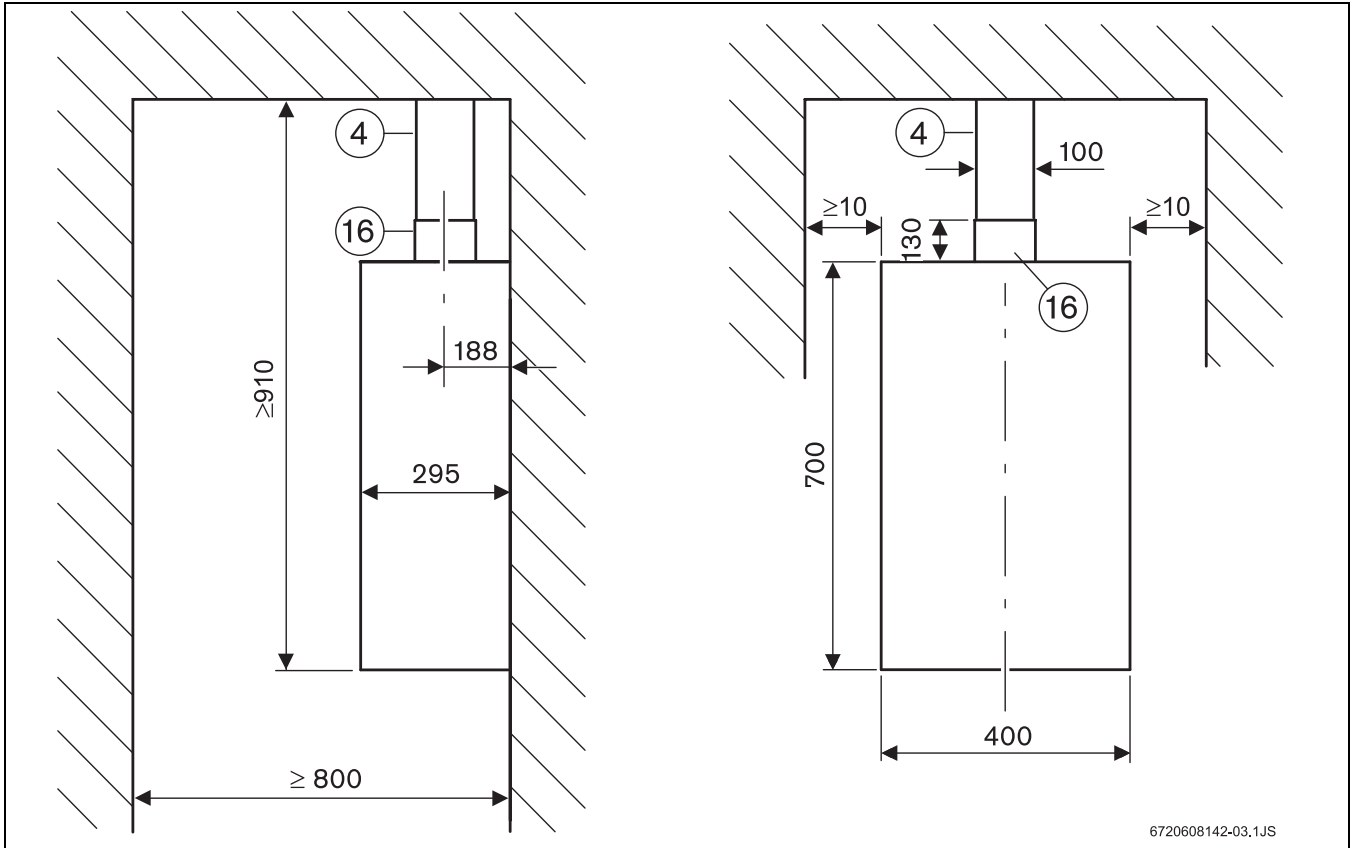

Рис. 13
3.3.2 Вертикальний газовивідний трубопровід з використанням деталі AZ 396 (Рис. 13, 14)